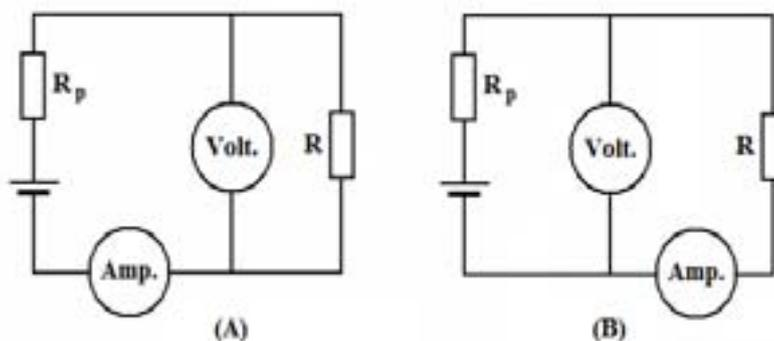

Figura 3.1 – Circuito usado para avaliar a interferência dos instrumentos de medida.
Considere os circuitos mostrados na figura 3.1(a) e 3.2(b). Em ambos os casos o amperímetro e o voltímetro estão posicionados de forma a medir a corrente e a tensão elétricas efetivas nos bornes dos instrumentos. Esse procedimento pode ser realizado com o objetivo de medir o valor da resistência  $R$ . Note que, no circuito mostrado na figura Y.A o amperímetro medirá a soma das correntes que passam pela resistência  $R$  e pelo voltímetro, enquanto que o voltímetro medirá a queda de tensão na resistência  $R$ . No circuito da figura Y.B o amperímetro medirá a corrente passando pela resistência  $R$  e o voltímetro medirá as quedas de tensão na resistência interna do amperímetro e da resistência  $R$ . Desta forma, a determinação correta da resistência  $R$  dependerá da disposição dos instrumentos de medida no circuito.
- i. Monte os circuitos mostrados na figura 3.1(a) e 3.1(b) usando a placa para circuitos. Use uma resistência de proteção,  $R_p$ , igual a 10 Ohms;